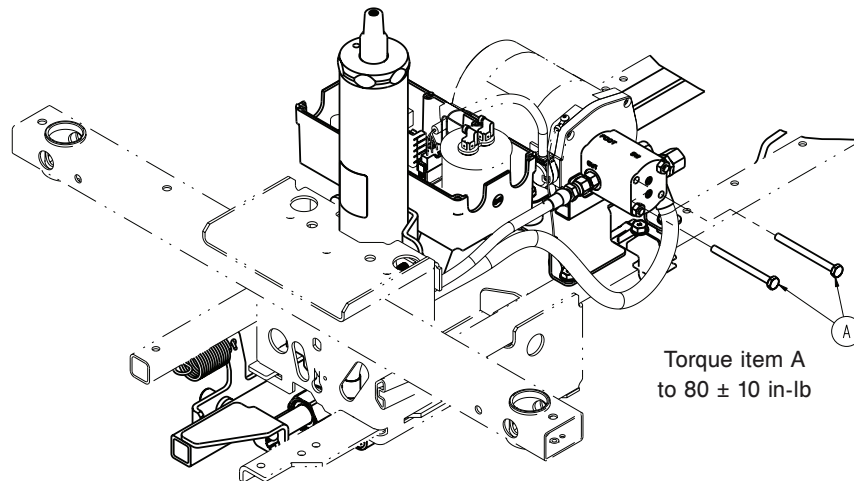

Figure 14 – Vis fixant la pompe côté pieds au moteur de la pompe
3. À l'aide d'une douille de 7/16 po avec une extension de 3/8 po de 6 po et une clé à cliquet de 3/8 po, retirer les deux vis à tête hexagonale à embase (A) qui fixent la pompe côté pieds au moteur de la pompe (Figure 14). Abaisser la pompe au sol.